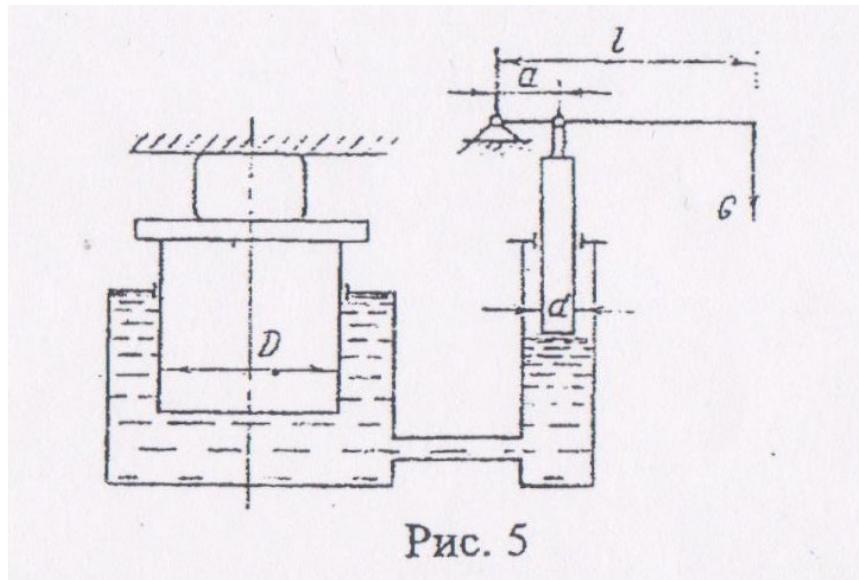

Рис. 5
**17. Определить сжимающее усилие, развиваемое гидравлическим прессом (рис. 5), если диаметр большого поршня 300мм, малого – 30мм,**